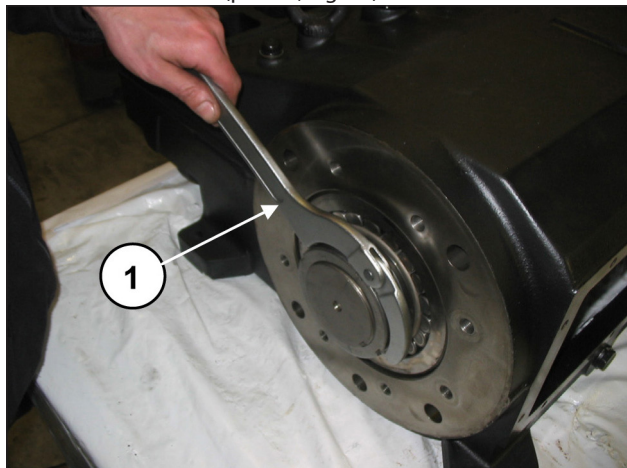
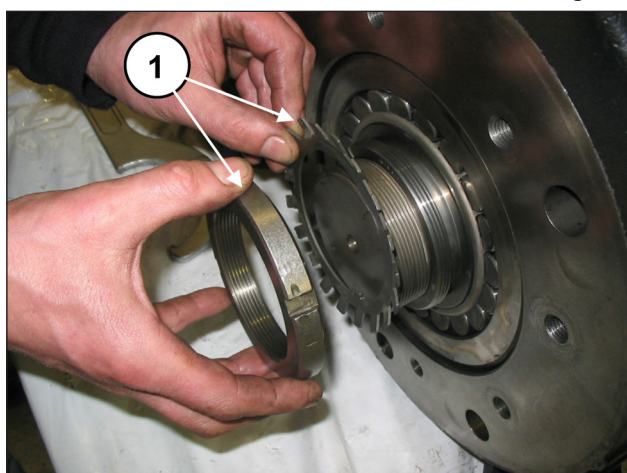

Fig. 17
Fig. 18
Utilizzando una opportuna chiave provvedere a svitare la ghiera di bloccaggio (pos. ①, Fig. 17) poi rimuovere la ghiera e la rosetta di sicurezza (pos. ①, Fig. 18).